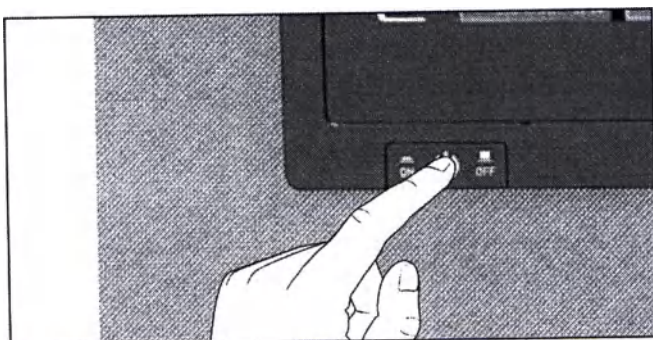

Рис. 20 Выключение устройства
3. Выключите устройство при помощи главного выключателя (Рис. 20).